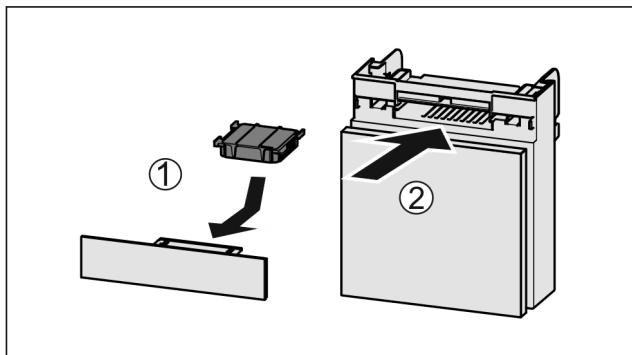

Fig. 137
- Filtr s aktivním uhlím vložte podle vyobrazení Fig. 137 (1).
- Zásuvku zasuňte Fig. 137 (2).